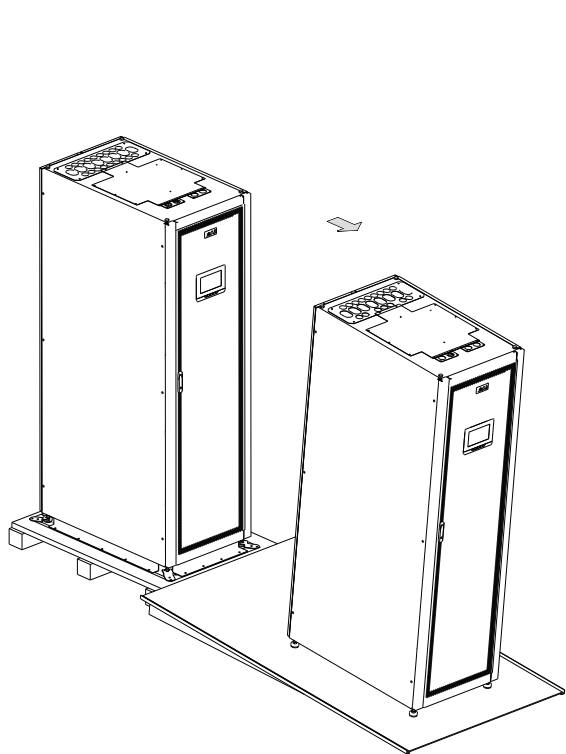

图3-7. 将机柜移下斜坡板
6. 将机柜缓慢移向栈板前侧。继续将机柜移下斜坡板直到其完全脱离斜坡板（见图 3-7）。